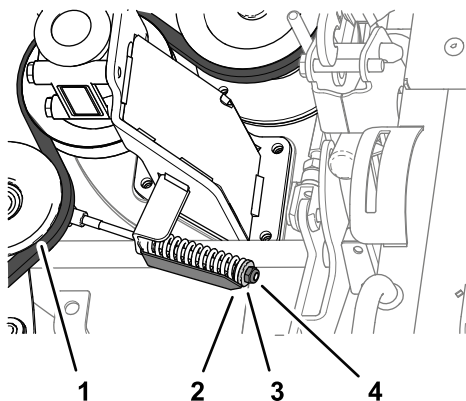

Рисунок 133
4. Ослабьте контргайку на устройстве натяжения ремня так, чтобы можно было снять ремень с натяжного ролика ремня (Рисунок 133).
2. Затяните контргайку так, чтобы стрелка индикатора натяжения была на одном уровне с наружной поверхностью шайбы (Рисунок 133).